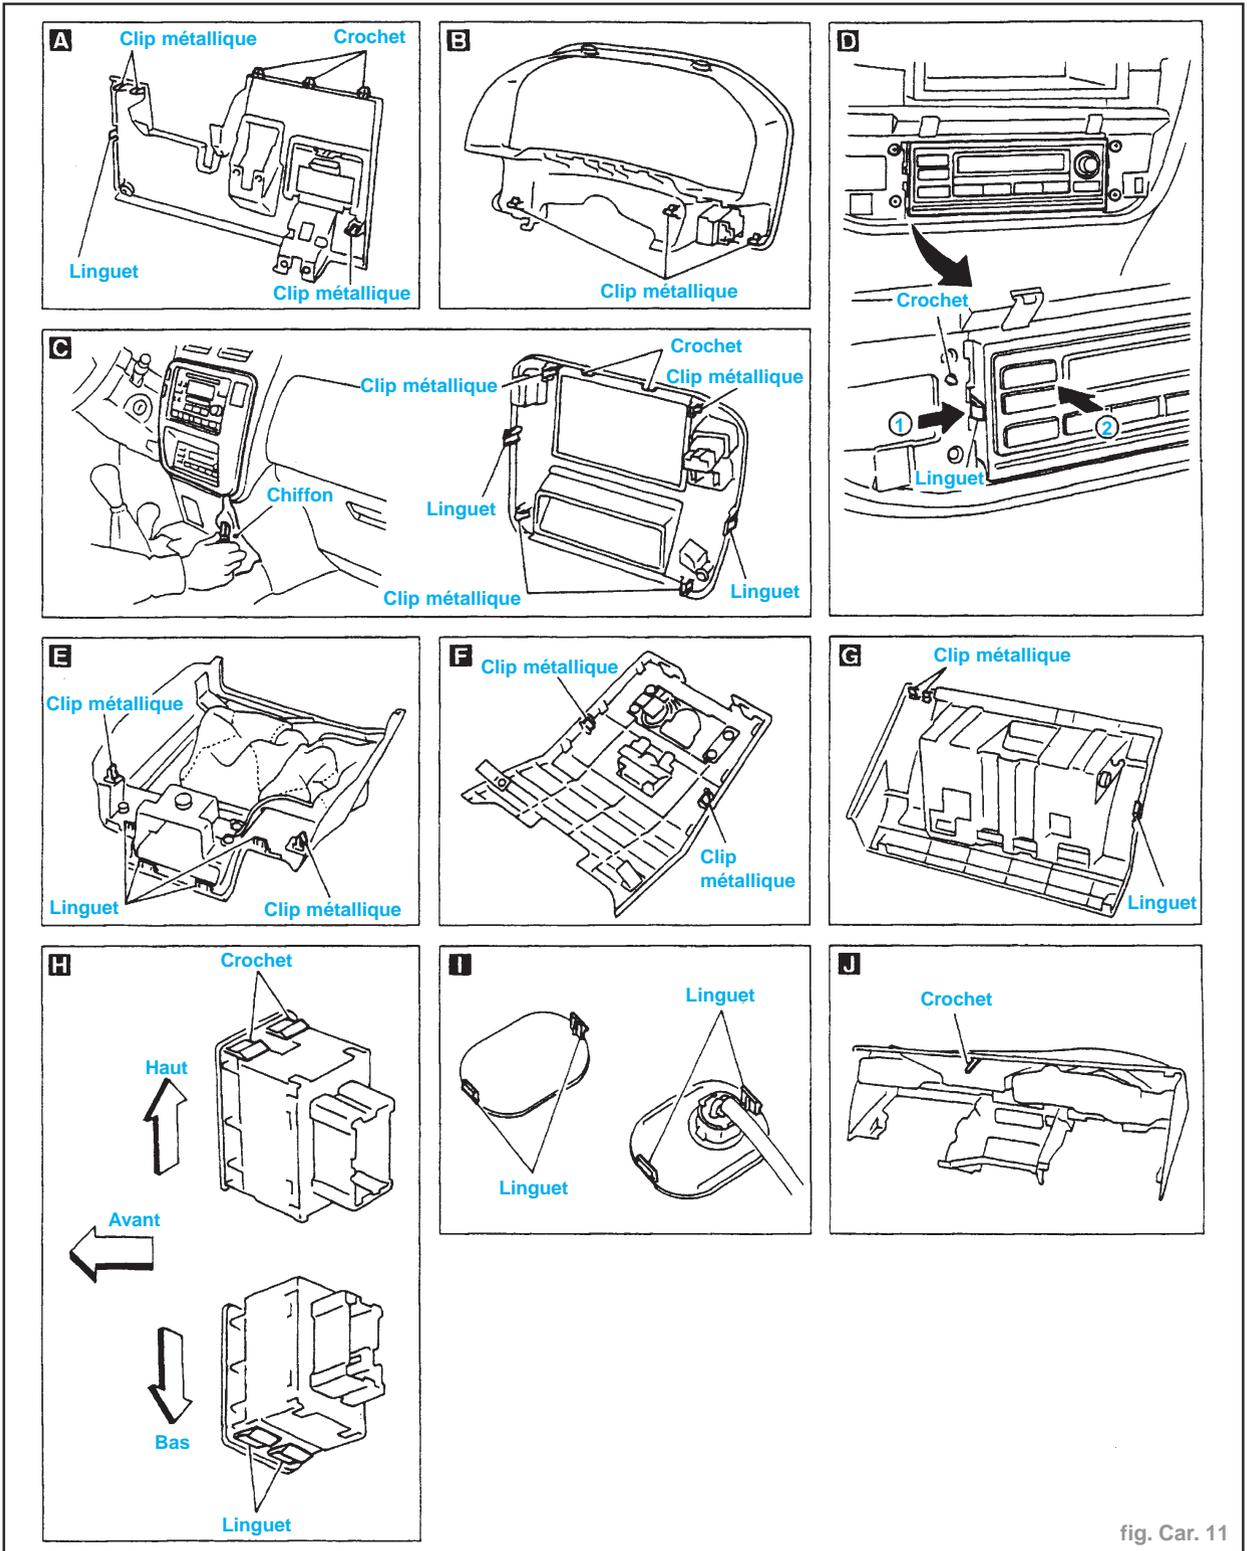

fig. Car. 11
- Voir (fig. Car.10 et fig. Car. 11)